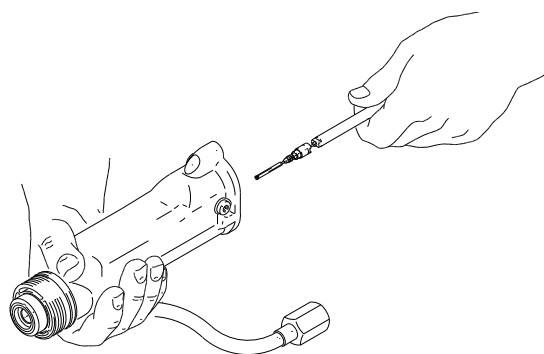

FIG. 28. Remplacement du pointeau pour fluide
8. Installez l'ensemble pointeau pour fluide dans le fût du pistolet. Si ce n'est pas déjà fait, lubrifiez l'avant du pointeau avec de la graisse diélectrique. Poussez sur le pointeau à l'aide de la clé à bout sphérique de 2 mm (46), puis serrez. Voir FIGURE 28.
9. Montez le ressort (5).
10. Installez le capuchon du ressort (31), en vous assurant que le ressort de mise à la terre (6) est bien en place. Serrez jusqu'au contact. **Ne serrez pas trop.**
11. Installez le fût (1), page 37.